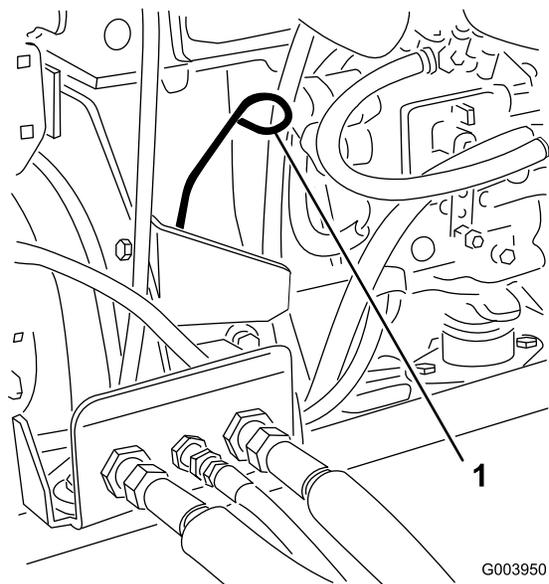

Figure 33
3. Retirez la jauge, essuyez-la sur un chiffon et remettez-la en place (Figure 33).